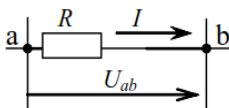

Рисунок 1.4 – Вітка електричного кола
- для одного елемента чи пасивної вітки *ab* (рисунок 1.4)